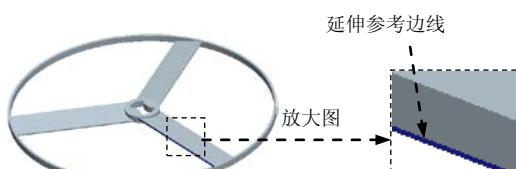

图 5.10 延伸参考边线
- (1) 选取图 5.10 所示的复制曲面的边线 (用列表法进行选取)。
- (2) 单击 **分型面** 功能选项卡 **编辑** ▾ 区域中的 **延伸** 按钮, 此时系统弹出“延伸”操控板。
- (3) 定义延伸距离。在操控板中按下 **按距离** 按钮。在延伸距离文本框中输入数值 4.0。
- (4) 在“延伸”操控板中单击 **确定** 按钮。完成延伸曲面的创建。